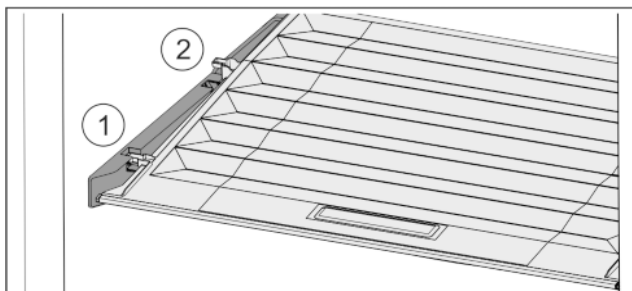

Fig. 29
- ▶ Vytáhněte víko dopředu až k otvoru v přídržných dílech Fig. 29 (1).
- ▶ Vzadu zespolu nadzvedněte a vyjměte směrem nahoru Fig. 29 (2).